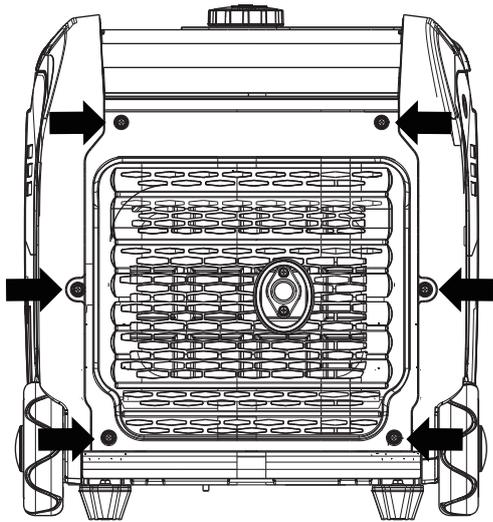

Figura 17: remueva los tornillos que sujetan la cubierta de silenciador.
3. Remueva los tornillos que sujetan la cubierta de silenciador en su lugar (vea la Figura 17).